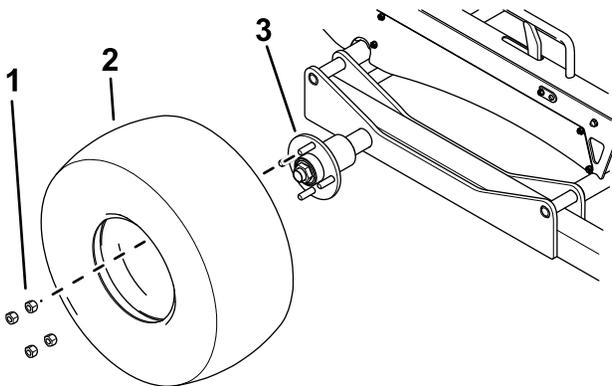

図 21
1. 各アクスルハブにホイールアセンブリラグナット 4 個を使用する **図 21**。